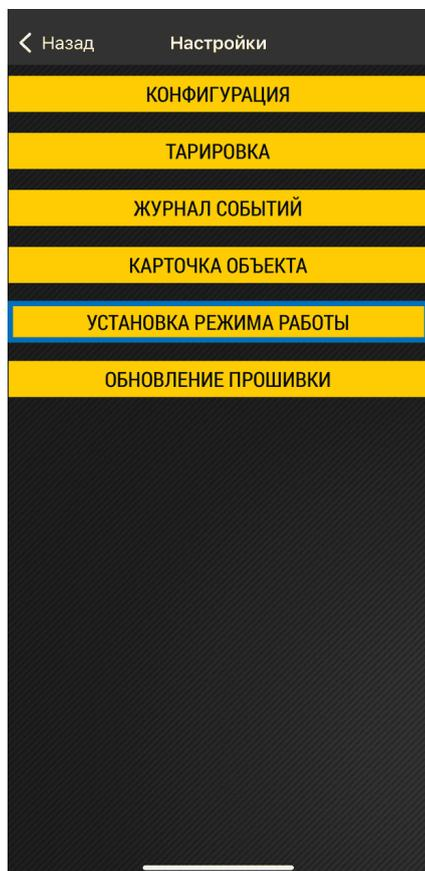
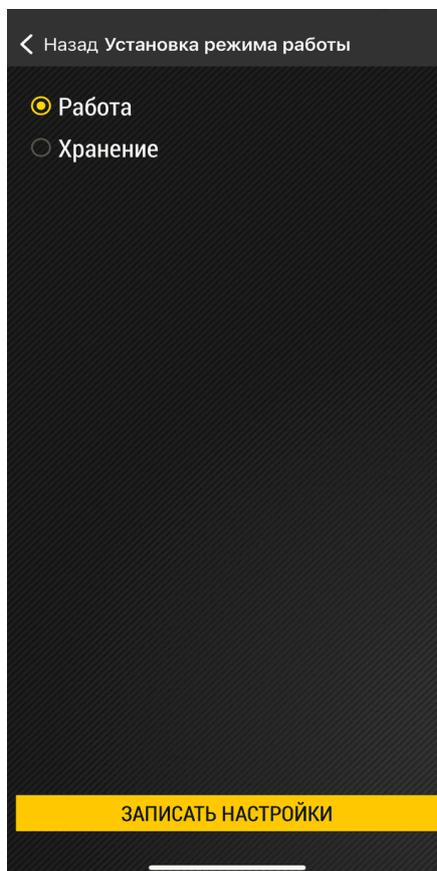

Рис.18. Установка режима работы
Рис.19. Выбор режима «Работа»
4. После завершения процедуры настройки нажмите кнопку **«Установка режима работы»** в меню **«Настройки»** (**Рис.18**). Затем выберите режим **«Работа»** и нажмите кнопку **«Записать настройки»** (**Рис.19**).